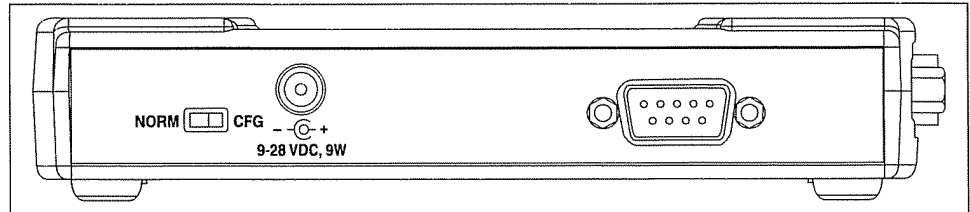

Figura 9-8. Simulador de instrumentos B de NI
- Ajuste el interruptor de configuración del panel posterior en CFG, como en la figura 9-8.